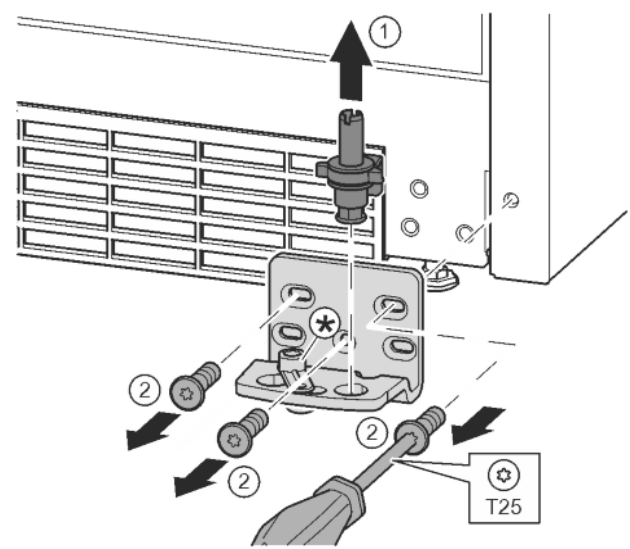

Fig. 13
- ▶ Опорный палец полностью извлечь движением вверх. Fig. 13 (1)
- ▶ Открутить винты отверткой T25 и снять опорный кронштейн. Fig. 13 (2)